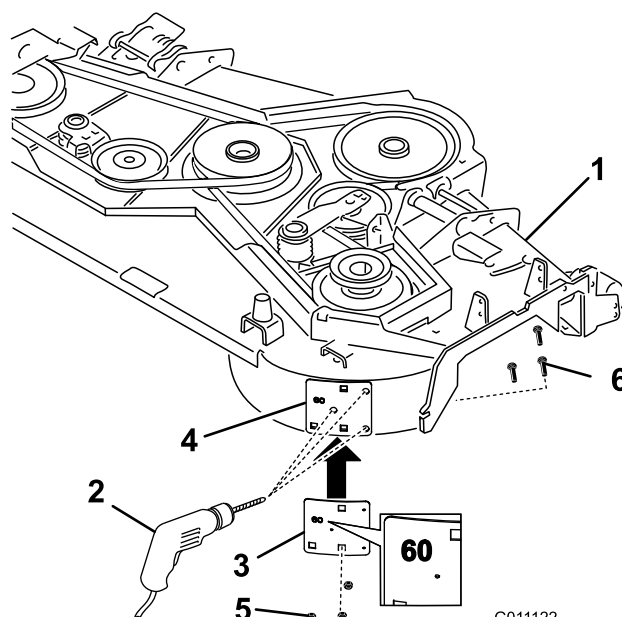

Figure 5
- Retirez le modèle en métal et percez trois avant-trous de 1/8 pouce de diamètre avec un foret affûté (Figure 5).
- Percez trois trous de 13/32 pouce de diamètre dans les avant-trous avec un foret affûté (Figure 5).
- Montez le modèle en métal portant le numéro 60 sur le plateau de coupe à l'aide des boulons de carrosserie et les écrous retirés précédemment en utilisant les trous existants (Figure 5).
- Marquez au pointeau l'emplacement des nouveaux trous sur le plateau de coupe en utilisant les 3 trous du modèle (Figure 5).